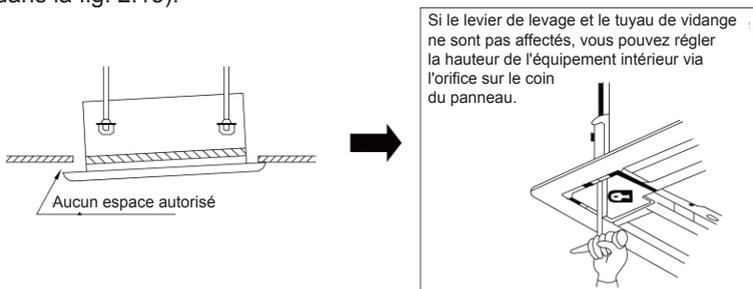

Fig. 2.15
- ② S'il reste un espace entre le plafond et le panneau décoratif après avoir serré les vis, réglez à nouveau la hauteur de l'équipement intérieur. (Comme indiqué dans la fig. 2.15).